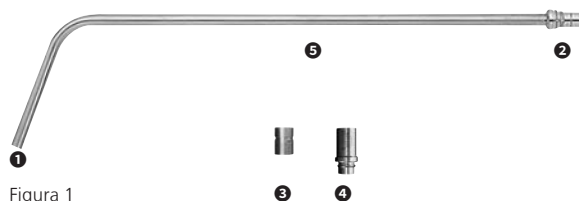

Figura 1
- ❶ Leșire lumină
- ❷ Conexiune cablu conductor de lumină Standard ACM
- ❸ Adaptor pentru Wolf
- ❹ Adaptor pentru Storz
- ❺ Zonă de fixare pentru Clema SynFrame (387.347) și Suport pentru dispozitive optice (387.365)
Clema SynFrame pentru Inelele de susținere (387.347) și Suportul pentru dispozitive optice (387.365), care se folosește pentru a conecta Tija pentru transmisie luminoasă la Inelul de susținere SynFrame (387.336) și Semi-inelul SynFrame (387.337), pot fi atașate la Tija pentru transmisie luminoasă SynFrame, pe întreaga lungime a axului acesteia din urmă (a se vedea figura 1, ❶).
- Îndepărtați mizeria de pe suprafețele optice (a se vedea figura 1, ❶ și ❷) utilizând vată îmbibată în alcool (etanol 70%) sau o soluție de curățare neutră.
- Îndepărtați reziduurile de pe suprafețele optice (a se vedea figura 1, ❶ și ❷) utilizând vată îmbibată în alcool (etanol 70%) sau o soluție de curățare neutră.
Înainte de sterilizare, asigurați-vă că tija pentru transmisie luminoasă SynFrame și, în special, suprafețele optice (a se vedea figura 1, ❶ și ❷) sunt curate și că testarea tijei pentru transmisie luminoasă SynFrame nu duce la rezultate care impun restricții asupra utilizării.
– fibră optică murdară	– curățați suprafețele fibrelor optice (figura 1, ❶ și ❷). Dacă este nevoie, trimiteți tija pentru transmisie luminoasă SynFrame în service